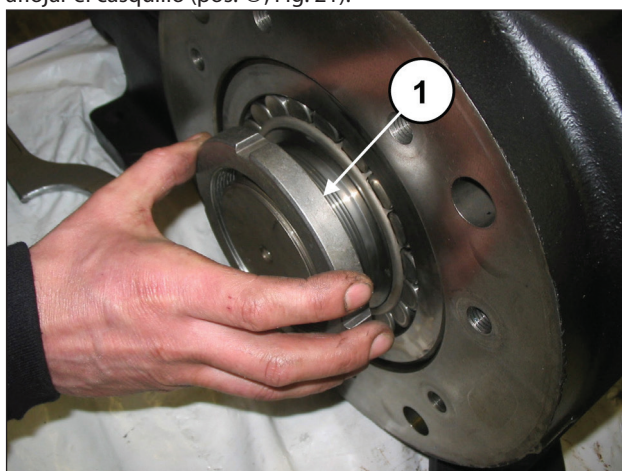
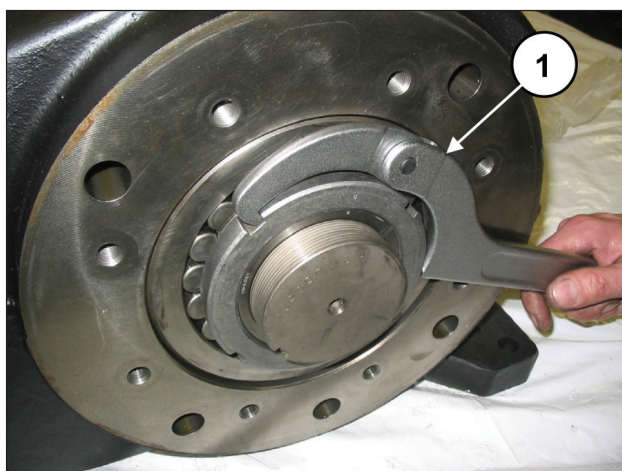

Fig. 20
Fig. 21
Enroscar una corona de tipo SKF KM19 en el casquillo de presión (pos. ①, Fig. 20) y, utilizando una llave adecuada, aflojar el casquillo (pos. ①, Fig. 21).